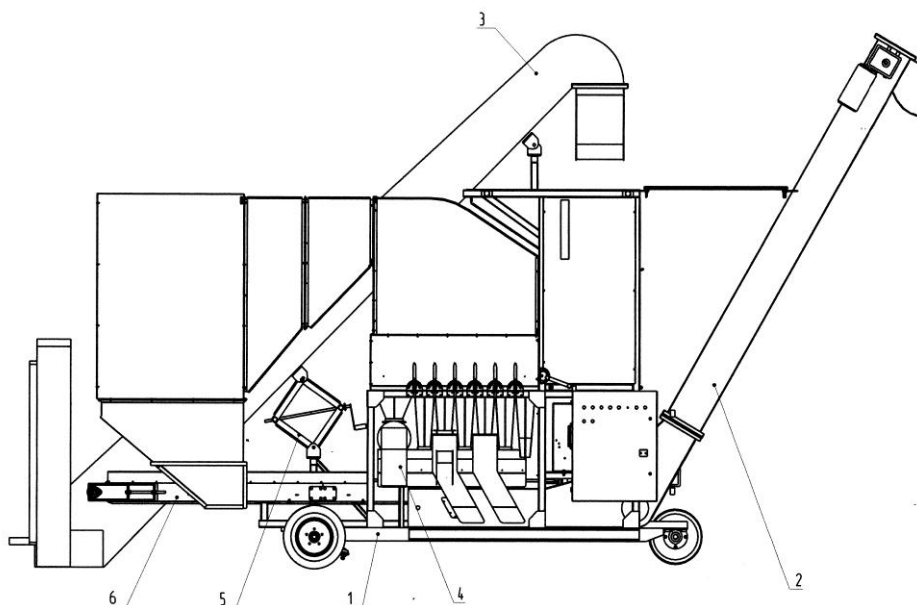

рис. 3
Машины типа МС-10П, (см. рис. 3) отличаются дополнительными узлами и агрегатами, а именно:
- отсоединенным выгрузным шнеком отходов (рис.3),
- отсоединенной верхней частью отгрузчика готовой продукции (рис.3),
- отсоединенным загрузчиком (рис.3).